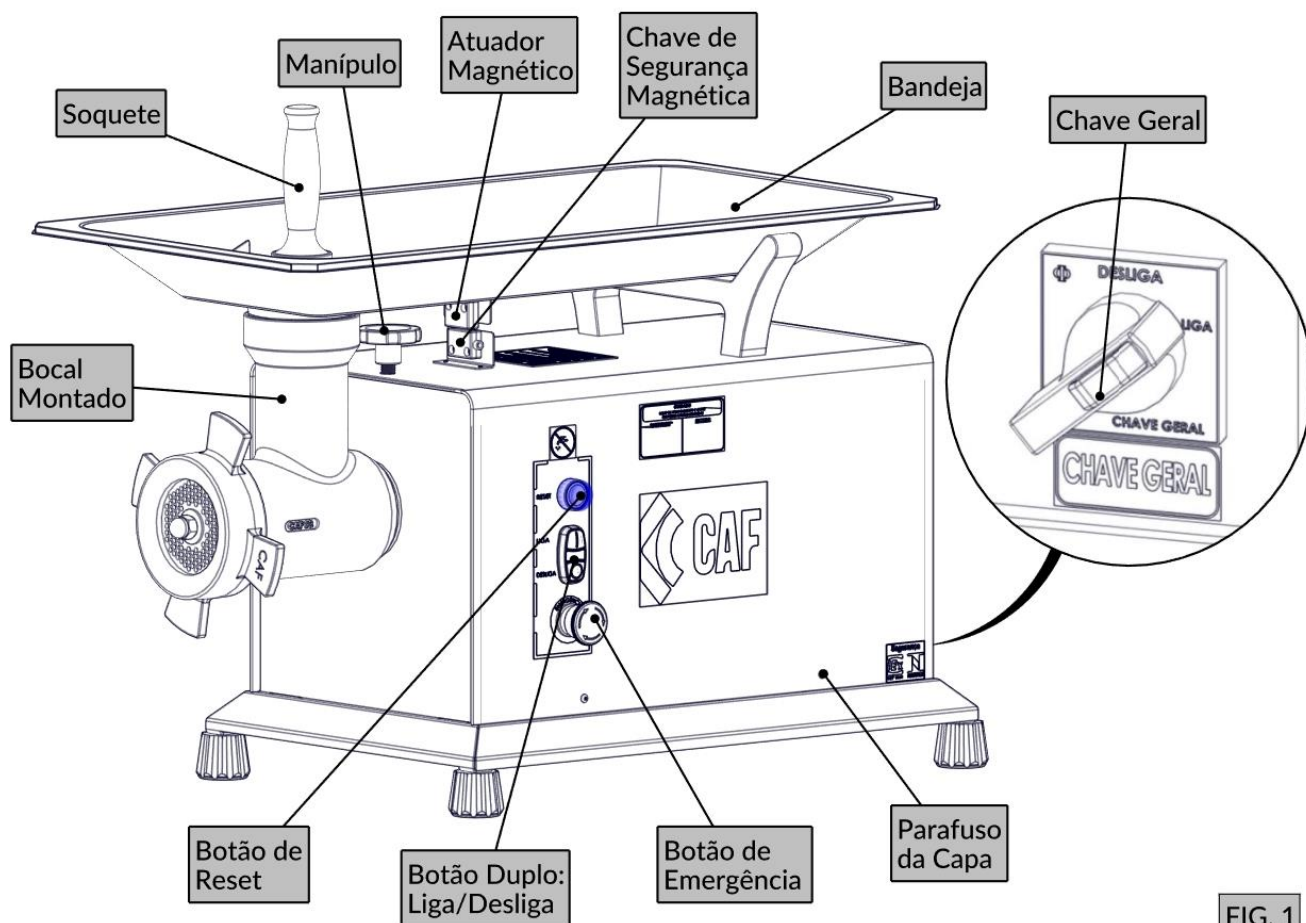

FIG. 1
2. Ligue a chave geral (FIG. 1);
4. Verifique se o botão de emergência está destravado (FIG. 1);
5. Pressione o botão de reset (FIG. 1) para liberar o acionamento da máquina.
1. Com a máquina devidamente montada, higienizada e energizada, verifique se o manípulo (FIG. 1) está apertado, para evitar que o bocal se solte durante a aplicação;
2. Coloque a carne a ser processada na bandeja (FIG. 1) em pedaços cortados com tamanho máximo de 55x55mm;
3. Aperte o botão liga/desliga (FIG. 1) para realizar o acionamento da máquina;
4. Com a ajuda do soquete (FIG. 1) empurre a carne para que seja completamente processada;